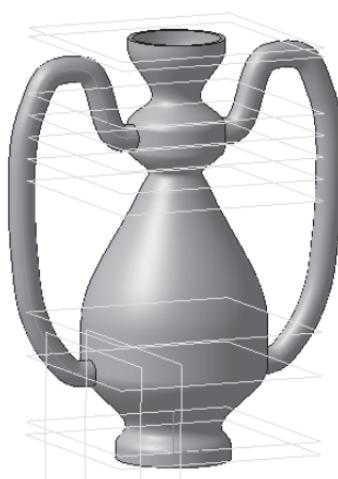

Рис. 275
- если он сформирован правильно, подтвердите создание копии, нажав кнопку – **Создать объект** (рис. 275). Если вы допустили ошибку при указании плоскости симметрии, просто укажите новую плоскость. Если вы случайно указали не тот элемент, укажите на него второй раз – он будет исключен из копирования, затем укажите нужный.